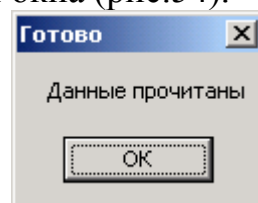

Рис.54 Окно завершения чтения.
- По окончании переноса вынуть носитель из держателя устройства. Завершается процесс появлением окна (рис.54).